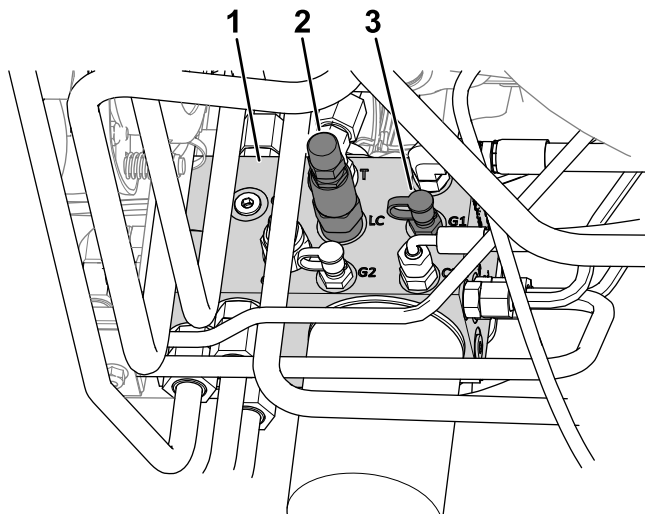

Bild 24
- Schließen Sie ein Manometer an den Prüfanschluss an (gekennzeichnet mit G1, siehe Bild 24).
- Gewichtsverlagerungsspule (LC)
- Entfernen Sie an der Seite des Hubverteilers die Kappe vom Prüfanschluss (gekennzeichnet mit G1, siehe Bild 24).
- Lösen Sie die Klemmmutter am Ende der Gewichtsverlagerungsspule (gekennzeichnet mit LC, siehe Bild 24).